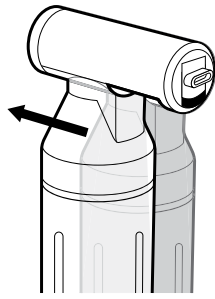

Abbildung 7: Die Pumpe wird gegen das Ventil geschoben, um den Reifen aufzupumpen.
9. Drücken Sie die Pumpe auf das Schlauchventil (Abbildung 7). Durch diesen Vorgang wird CO₂ in den Reifen gefüllt.